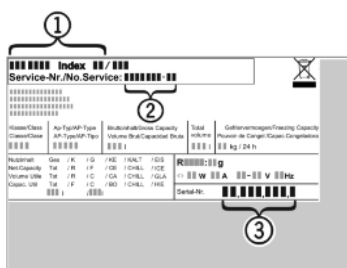

Fig. 7
► Relever la désignation de l'appareil *Fig. 7 (1)*, le n° de service *Fig. 7 (2)* et le n° de série *Fig. 7 (3)* sur la plaquette signalétique. Cette plaquette se trouve sur la paroi intérieure gauche de l'appareil.
► Informer le S.A.V. et lui communiquer la panne, la désignation de l'appareil *Fig. 7 (1)*, le n° de service *Fig. 7 (2)* et le n° de série *Fig. 7 (3)*.